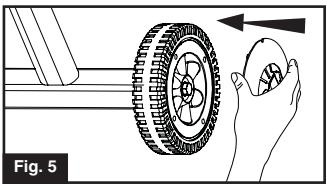

Fig. 5
- Presione el tapón de rueda en cada rueda. (Fig. 5)